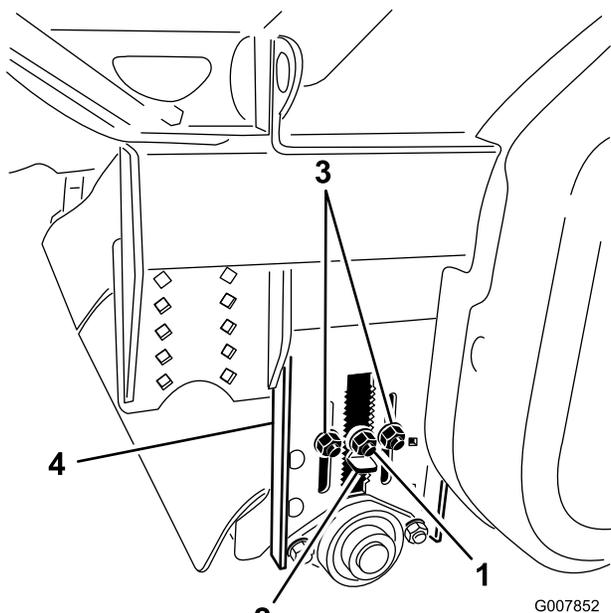

Figura 30
- Antes de nivelar el procesador de terrones, asegúrese de que la altura del cepillo de recogida y el rodillo trasero corresponden con la altura de corte correcta (Figura 30). Si el procesador de terrones está equipado con un cepillo nuevo, la tabla de ajustes del rodillo trasero puede utilizarse para ajustar el rodillo trasero a la altura de corte correcta.